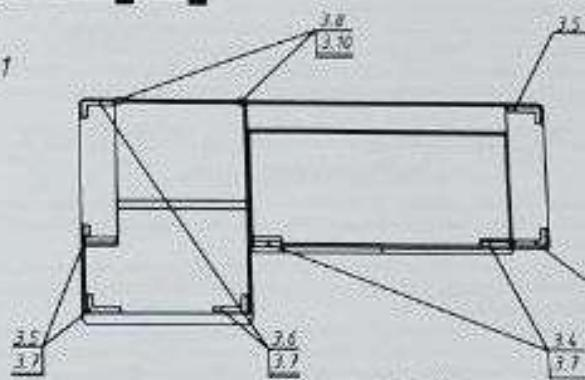

рис.2
4.2 Поверните секцию с подъемным сиденьем поз.2.1 дном вверх и закрепите опоры угловые поз.3.5,3.6 при помощи шурупов поз.3.7 отмеченные места, на заднюю стенку ёмкости 2 опоры поз.3.6 - двумя шурупами поз.3.10 согласно рис.2.
4.3 Поверните боковину поз.2.1.1 вверх дном, закрепите опоры поз.3.5,3.6 при помощи шурупов поз.3.7 предварительно подложив шайбы поз.3.9 на отмеченные места согласно рис.2.
4.4 Поверните блок сиденье-стенка передняя-ёмкость поз.2.2.2 мягким элементом на пол и закрепите к низу стенки передней опоры прямыми поз.3.4 при помощи шурупов поз.3.7 и шайб поз.3.9 на отмеченные места согласно рис.2.